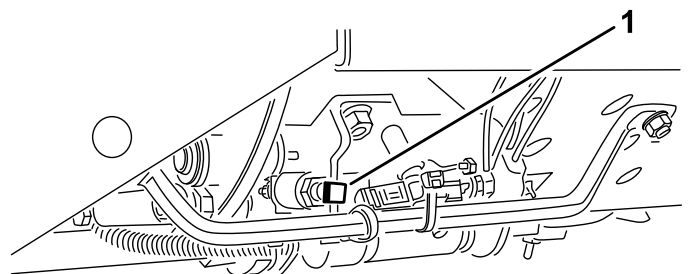

Figure 25
**Important:** La vitesse de tonte est réglée à l'usine à 9,7 km/h. Vous pouvez l'augmenter ou la réduire en réglant la vis de butée de vitesse (Figure 25).